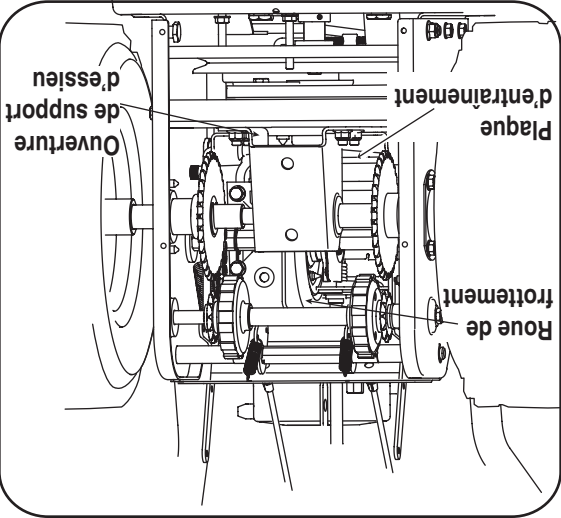

Figure 17
4. Débrayez la commande de l'entraînement et vérifiez s'il y a suffisamment d'espace entre la roue de frottement et la plaque d'entraînement, à toutes les positions du levier de vitesses. Voir la Figure 17.
5. Embrayez la commande de l'entraînement, vérifiez si la roue de frottement touche la plaque d'entraînement. Voir la Figure 17. Sinon, faites l'ajustement suivant :